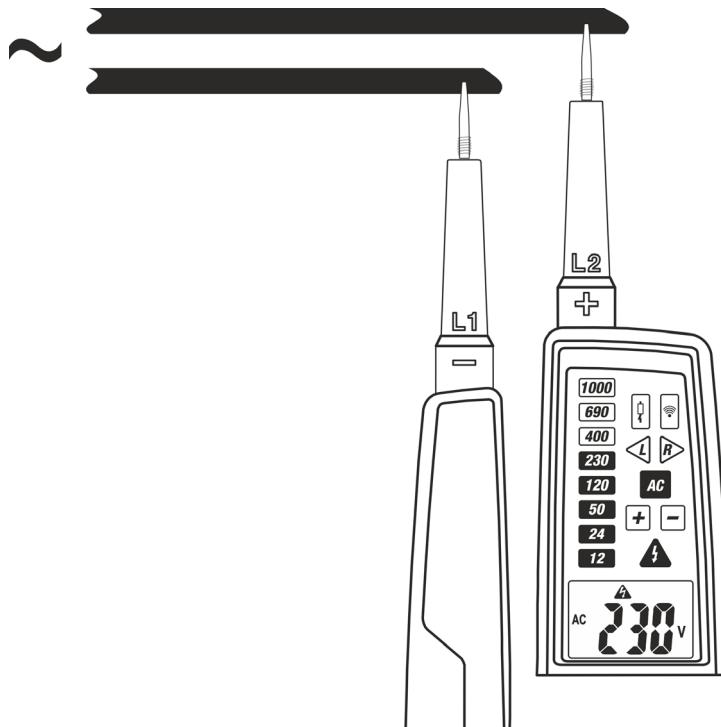

Fig. 5: Medição de Tensão CA
2. Ligar as ponteiras L1 e L2 à fonte em teste (ver Fig. 5). A medição é efetuada **apenas com contacto direto das ponteiras com a parte metálica dos condutores**
2. Ligar a ponteira **L2** à fonte em teste (ver Fig. 5). A medição é efetuada **apenas com contacto das ponteiras na parte metálica dos condutores**